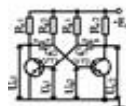

Рис.1.2
2. Выбором каких элементов в схеме симметричного мультивибратора (рис.1.2) задается ширина импульса сигнала. Пояснить по схеме.